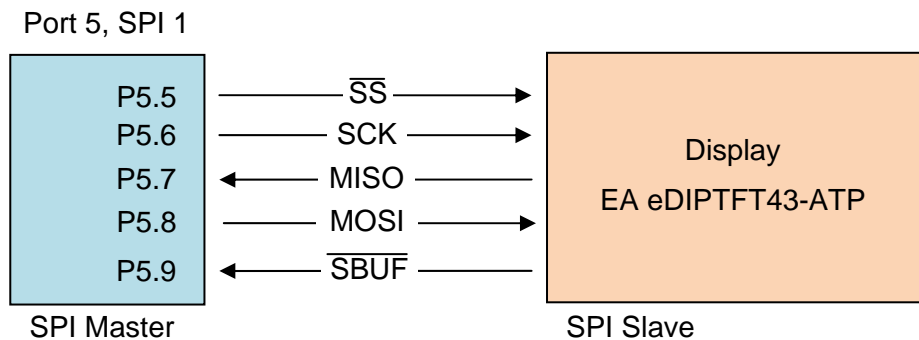

Abbildung 2: PORT / Signal Belegung
Die SPI-Schnittstelle wird verwendet, um mit einem intelligenten Display zu kommunizieren. Die SPI Signale werden auf dem CT Board über den Port 5 angesteuert. Abbildung 2 zeigt die PORT / Signal Belegung.
- Die Verdrahtung in Abbildung 2 erfordert den von ST als '2-line unidirectional data mode' bezeichneten Modus. Dabei muss full-duplex eingestellt werden, d.h. `RXONLY = 0`. Das Kontrollbit `BIDIOE` ist bedeutungslos und kann auf Null gesetzt werden (`BIDIOE = 0`).